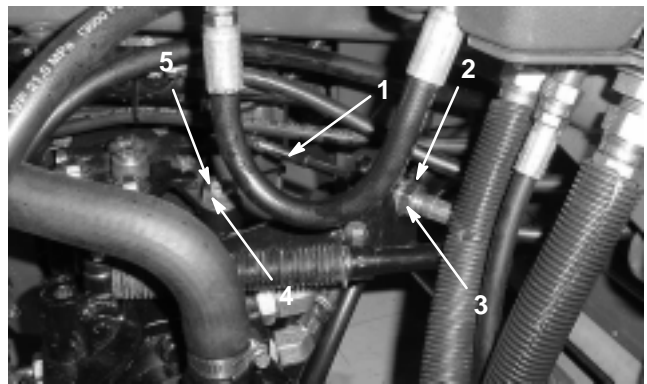

Figure 50
- A. Desserrez les écrous de blocage qui fixent le câble de commande de transmission à la cloison sur l'hydrostat (Fig. 50). Vérifiez que les écrous de blocage sont desserrés uniformément et suffisamment pour permettre le réglage.
**Remarque :** Desserrez l'écrou de fixation de l'excentrique en haut de l'hydrostat (Fig. 50).
- C. Tournez l'excentrique jusqu'à ce que la roue ne tourne plus dans aucune direction. Lorsque la roue arrête de tourner, serrez l'écrou pour bloquer l'excentrique et le réglage (Fig. 50). Vérifiez le réglage avec la commande d'accélérateur en position de Ralenti, puis de Régime maximum.
- D. De part et d'autre de la cloison, serrez les contre-écrous **uniformément** pour fixer le câble de transmission à la cloison (Fig. 50). Ne tordez pas le câble.